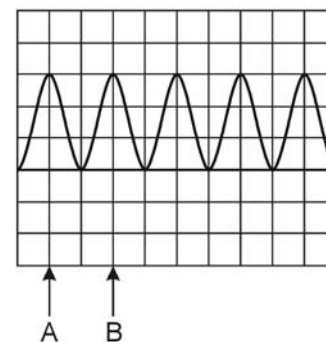

Fig. 6-4
Utilize a Fig. 6-4 como um exemplo. Um (01) ciclo ocorre do ponto A até o ponto B, e corresponde a 2,0 divs na tela. Se o tempo de varredura for assumido como sendo 1 ms/DIV, o período será de $1 \text{ ms/DIV} \times 2,0 = 2,0 \text{ ms}$. Da mesma forma, a frequência será de $1/2,0 \text{ ms} = 500 \text{ Hz}$. No entanto, se $\times 10 \text{ MAG}$ ($\times 5 \text{ MAG}$) for utilizado, TIME/DIV deve ser calculado como $1/10$ ($1/5$) do valor indicado.